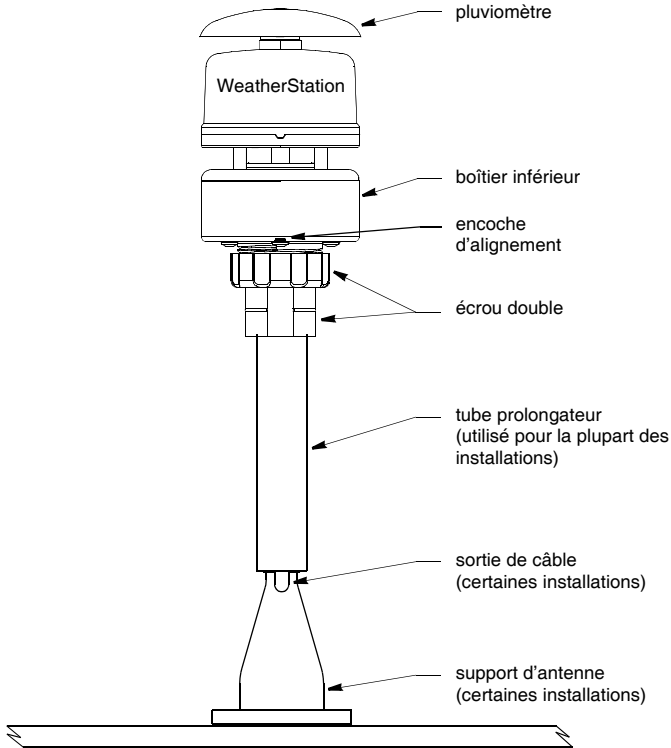

Figure 4. Installation (Modèle illustré: 300WXR)
2. Positionnez les accessoires de fixation perpendiculairement à la surface d'installation. Si nécessaire, utilisez des cales pour niveler la surface d'installation (voir Figure 4).
6. Au besoin, vissez un tube prolongateur sur le support d'antenne (voir Figure 4).
4. Pour une mesure précise de la direction du vent, veillez à orienter correctement l'encoche d'alignement. Tenez fermement le boîtier inférieur du capteur WeatherStation sous la plaque réflecteur et maintenez-le en position correcte (voir Figure 4).
5. Faites coulisser l'écrou prisonnier vers le haut et vissez-le dans l'embase du capteur WeatherStation (voir Figures 4 et 5). **Serrez à la main** uniquement. Ne serrez pas exagérément. *Veillez à ne pas faire pivoter le capteur WeatherStation ce qui en modifierait l'alignement. Veillez également à ne pas desserrer l'écrou du support d'antenne ou du tube prolongateur.*